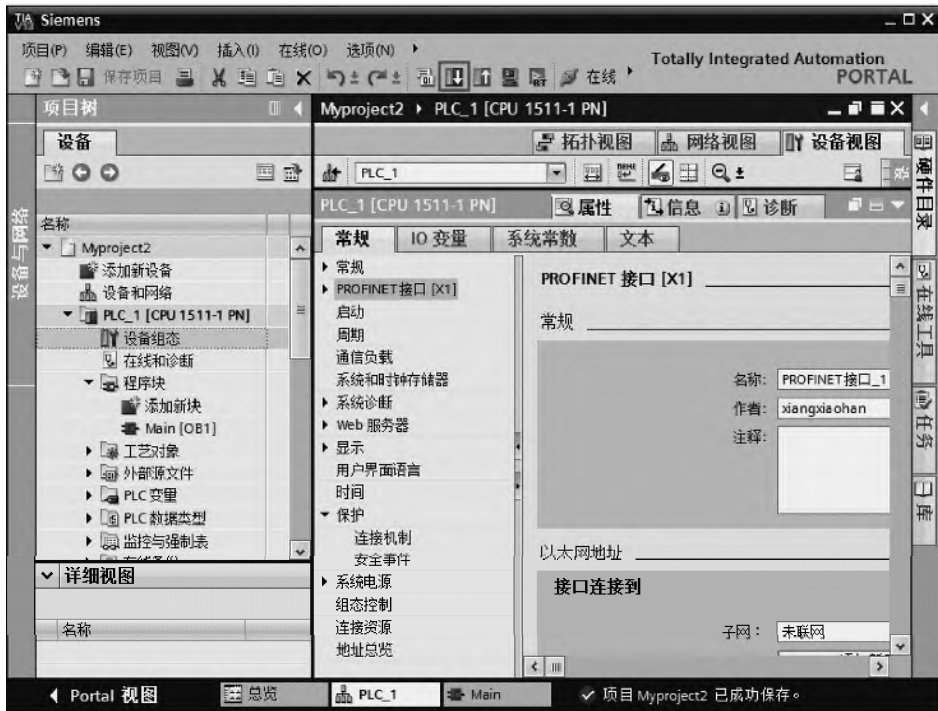
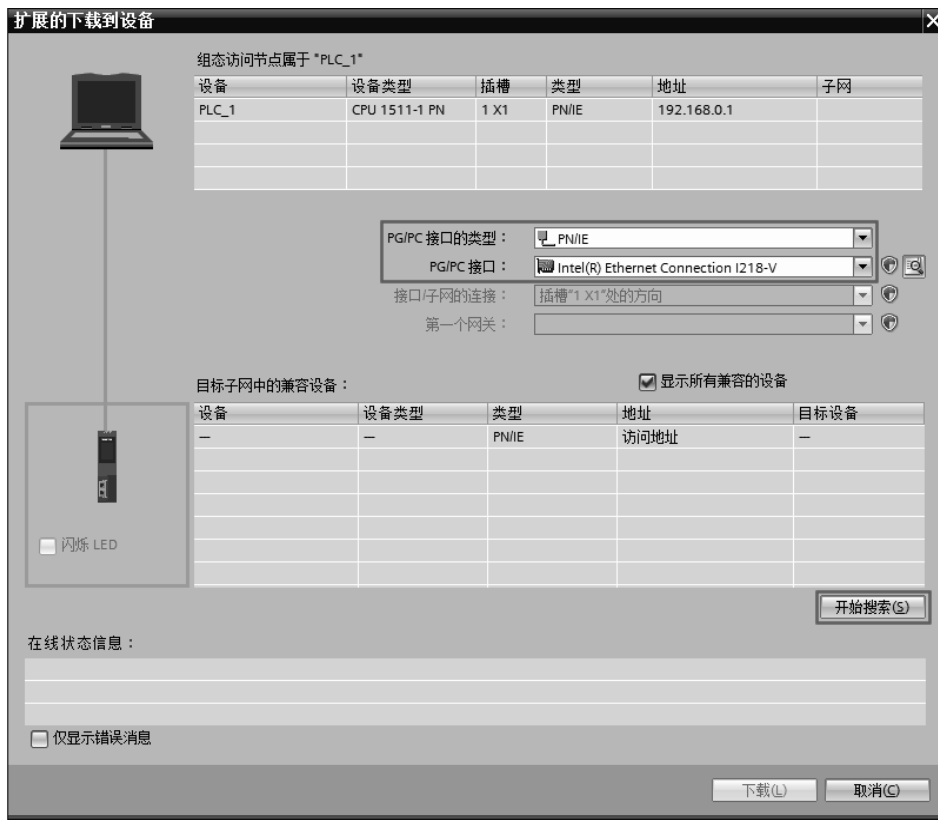

图 3-61 下载 (1)
图 3-62 下载 (2)
在项目视图中,如图 3-61 所示,单击“下载到设备”按钮,弹出如图 3-62 所示的界面,选择“PG/PC 接口的类型”为“PN/IE”,选择“PG/PC 接口”为“Intel(R) Ethernet...”,“PG/PC 接口”是网卡的型号,不同的计算机可能不同,此外,初学者容易选择成无线网卡,也容易造成通信失败,单击“开始搜索”按钮,TIA 博途软件开始搜索可以连接的设备,搜索到设备显示如图 3-63 所示的界面,单击“下载”按钮,弹出如图 3-64 所示的界面。